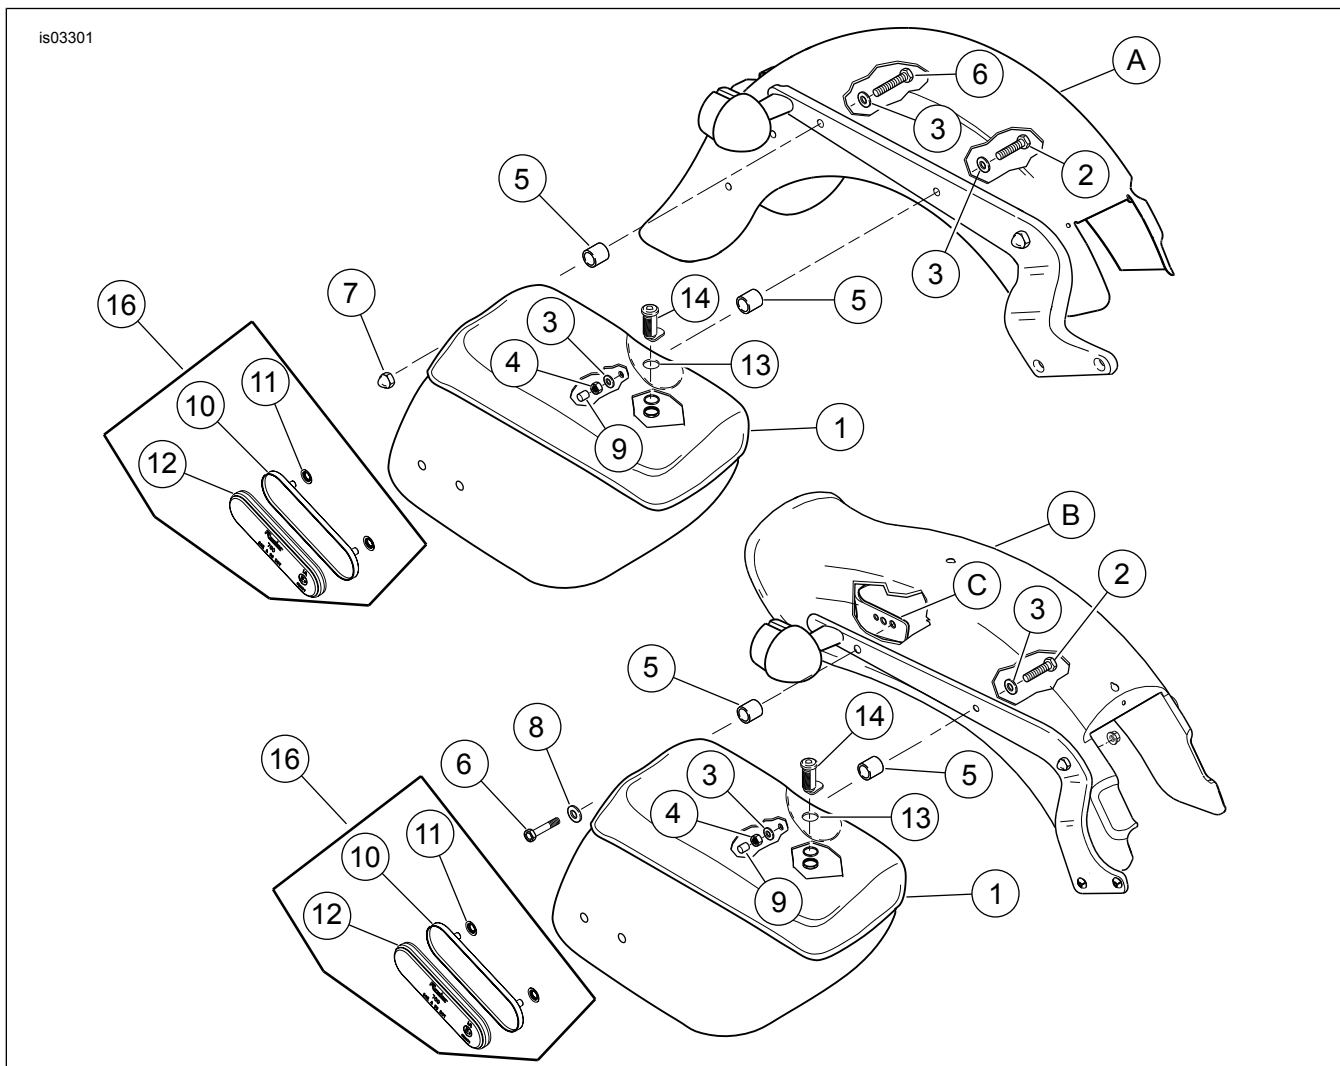

Figura 5. Peças de reposição: kit de alforje Softail (instalação mostrada – modelos FXST e FLST anos 2000 a 2002)
2. Veja a Figura 5. Fixe a parte dianteira do alforje (1) no pára-lama como segue:
- a. *Sem o kit de espaçadores:* Use o parafuso (2), a arruela (3) e a porca (4). Aperte com a mão para manter no lugar.
- b. *Com o kit de espaçadores:* Use o parafuso (2), a arruela (3), a porca (4) e o espaçador (5). Aperte com a mão para manter no lugar.
3. Fixe a parte traseira do alforje (1) no pára-lama como segue: **Modelos FLST: Modelos FXST:**
- a. *Sem o kit de espaçadores:* Use o parafuso (6), a arruela (3) e a porca cega (7). Aperte com a mão para manter no lugar.
- b. *Com o kit de espaçadores:* Use o parafuso (6), a arruela (3), a porca cega (7) e o espaçador (5). Aperte com a mão para manter no lugar.
- c. *Sem o kit de espaçadores:* Use o parafuso (6) e a arruela (8). O parafuso passa pelo inserto no suporte da placa de identificação (A). Aperte com a mão para manter no lugar.
- d. *Com o kit de espaçadores:* Use o parafuso (6), a arruela (8) e o espaçador (5). Aperte com a mão para manter no lugar.
5. Veja a Figura 5. Deslize o protetor de rosca (9) sobre a extremidade do parafuso (2) dianteiro.
1. Veja a Figura 5 e a Figura 6. Posicione o suporte do refletor no canto inferior direito do alforje.